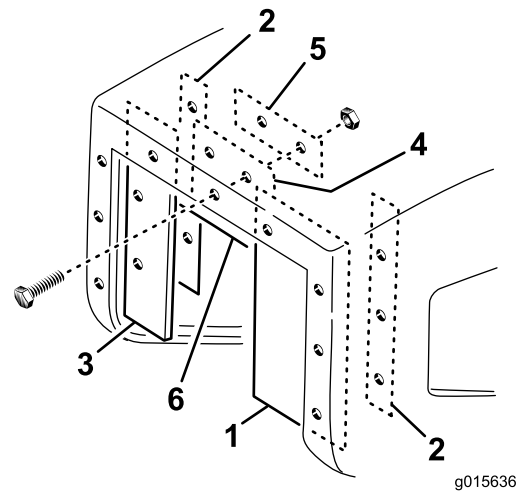

Figura 23
1. Fissate il carter largo al bordo interno destro dell'apertura della tramoggia con una piastra lunga, 3 viti (n. 10 x 1 poll.) e dadi flangiati (n. 10) come mostrato in Figura 23.
2. Fissate il carter stretto al bordo interno sinistro dell'apertura della tramoggia con una piastra lunga, 3 viti (n. 10 x 1 poll.) e dadi flangiati (n. 10) come mostrato in Figura 23.
4. Fissate il carter superiore al bordo interno superiore dell'apertura della tramoggia con una piastra corta, 2 viti (n. 10 x 1 poll.) e 2 dadi flangiati (n. 10-24) come mostrato in Figura 23.